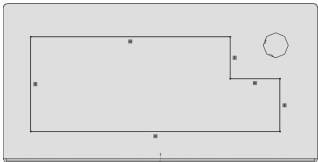

图 14-30 绘制草图 4
14) 单击特征实体的右表面，使其成为草图绘制平面。单击【标准视图】工具栏中的 （正视图）按钮，并单击【草图】工具栏中的 （草图绘制）按钮，进入草图绘制状态。使用【草图】工具栏中的 （直线）工具，绘制如图 14-30 所示的草图。单击 （退出草图）按钮，退出草图绘制状态。